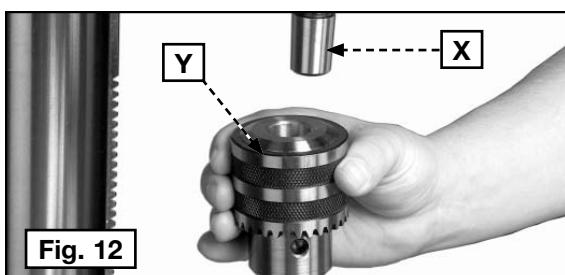

Fig. 12
**IMPORTANT :** s'assurer que le cône de broche (X), fig. 12, et le trou conique du mandrin (Y) sont propres et exempts de graisse, laque ou revêtement antirouille.